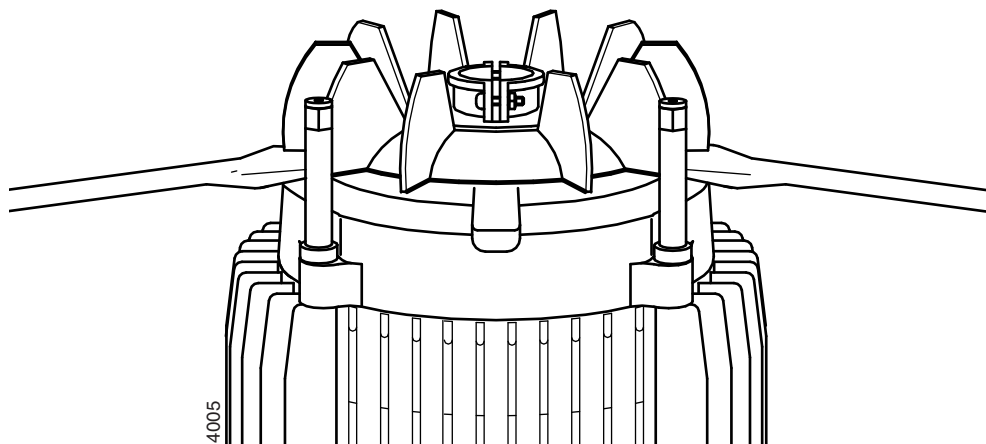

Рисунок 8: Демонтаж вентилятора охлаждения
- 3 Удалите вентилятор охлаждения (2420-2). Для электродвигателей мощностью 2,2 кВт и выше необходимо сначала отпустить два стопорных винта. После этого снимите вентилятор с вала при помощи двух широких отверток, см. рисунок 8.